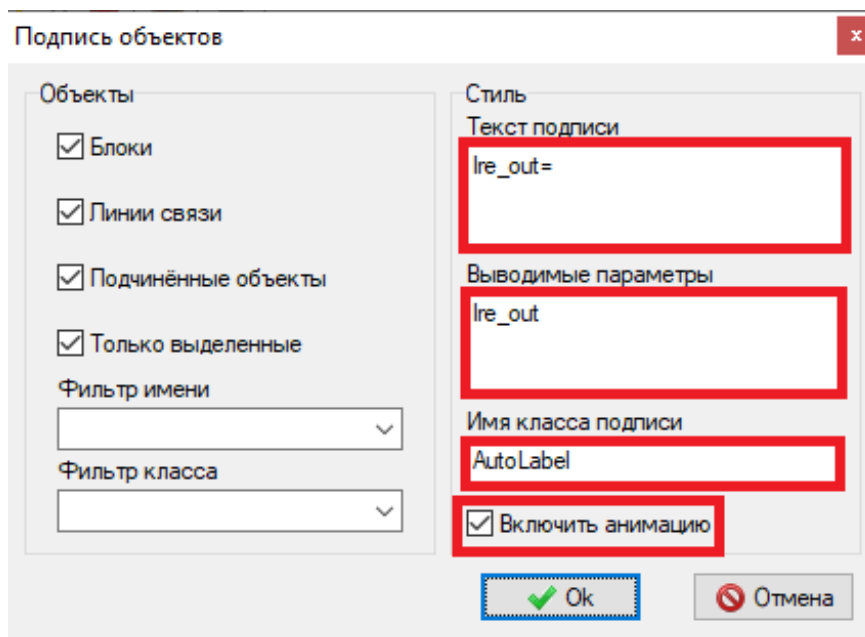

Рисунок 3.8.2. Окно «Подпись объектов».
- 5) Появится окно **«Подпись объектов»** (Рисунок 3.8.2).